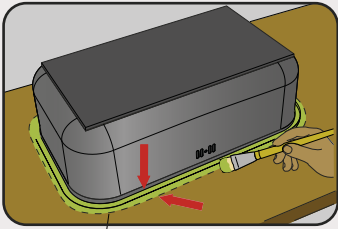

Fig. 5
Em seguida a massa plástica é espalhada ao redor da cuba (fig. 5), lembrando que uma boa fixação é dada pela espessura de massa e não pela largura da mesma. O tempo de cura da massa plástica também é de 24 horas.
*Then spread the sealing compound all around the bowl (fig. 5). Remember that a good setting is given by the sealing thickness not by its width. It is necessary 24 hours to well fix the sealing.
En seguida se desparrama la masilla de sellado alrededor de la cubeta (fig. 5), recordándose que la que determina una buena fijación es el espesor de la masilla y no su ancho. El tiempo para una buena fijación del adhesivo es 24 horas.*